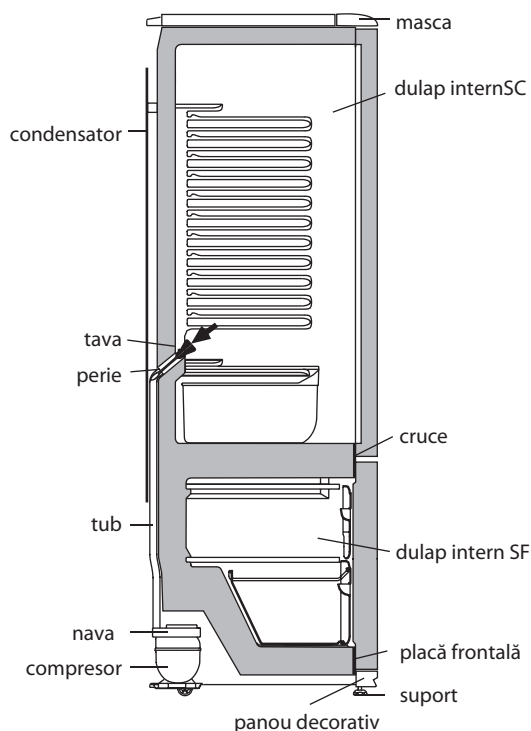

Figura 4 — Schema de eliminare a apei topite din SF
**2.3.1** În SF se utilizează sistemul automat de dezghețare. Chucura, care apare pe peretele din spate a SF, se topește în ciclul de dezghețare la deconectarea compresorului și se transformă în picături de apă. Picăturile de apă topită se scurg în vas și prin gaură în tavă patrund în țevă navei pe compresor, în conformitate cu figura 4 unde și se evaporă. În gaura tavii este instalată o perie pentru a preveni înfundarea sistemului de evaporare.
Prezența apei în tavă indică la blocarea posibilă a scurgerii apei. Pentru a elimina contaminarea trebuie a curăța cu peria gaura în tavă, astfel că apa să se scurgă fără obstacole într-un vas, se spală peria și se instalează în conformitate cu figura 4.
**ATENȚIE! Apa, care a apărut la partea de jos a SF poate trece în interiorul secției și poate provoca coroziunea dulapului în conformitate cu figura 4 și să conducă la esirea din funcție a frigiderului.**